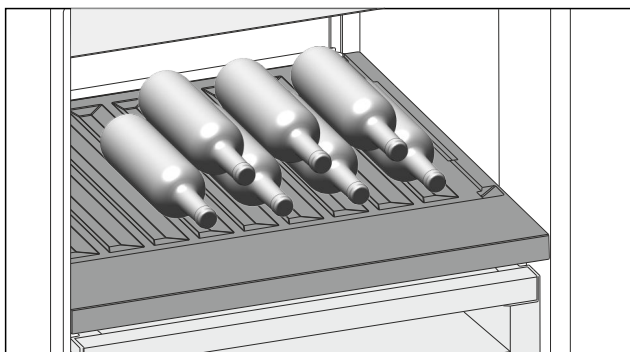

Fig. 209 Ilustrační zobrazení
- ▶ Láhve ukládejte dnem dozadu k zadní stěně. (viz Fig. 209)